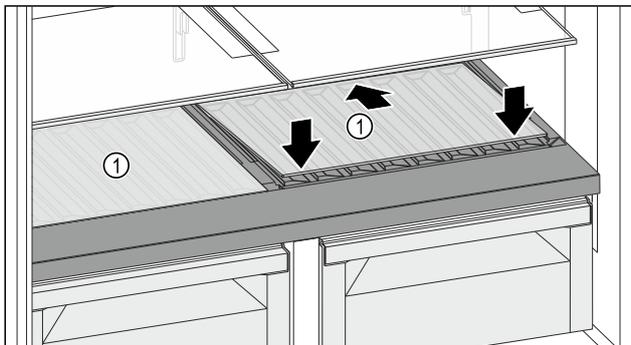

Fig. 119
- ▶ Placer la plaque de verre Fig. 119 (1) en biais et inclinée vers le bas.
- ▶ Abaisser l'avant de la plaque de verre Fig. 119 (1).